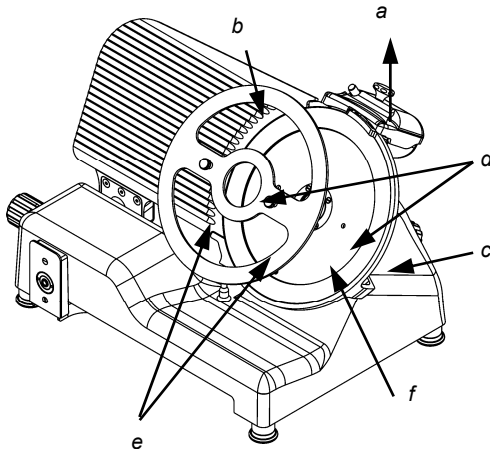

Abb. 50
- Drehgriff das Segel entsprechend öffnen, um die Maske (Abb.50 Detail b) auf das Schneideblatt setzen zu können;
3. die drei oder vier Schrauben (Abb. 50 Detail f), je nach Modell, die das Schneideblatt blockieren abschrauben;
5. Die Löcher (Abb. 50 Detail d) des Schneideblatts müssen mit den zwei Drehbolzen(Abb.°50) der Maske zusammenpassen, dazu das Schneideblatt solange drehen bis diese Position erreicht wird;
- Die Schleifvorrichtung (Abb. 50 Detail a) abnehmen und mit dem graduierten